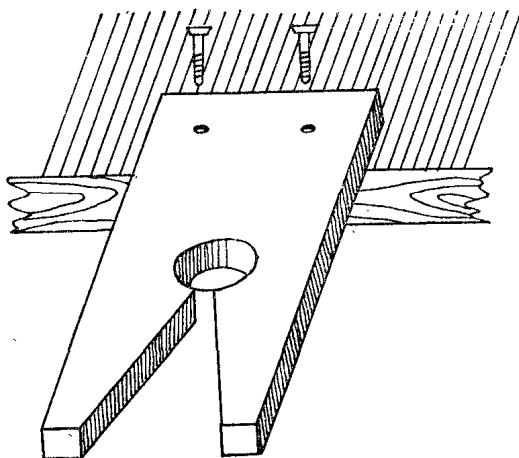

Рис. 12. Станок для выпиливания деталей лобзиком
- Для удобства пользования лобзиком необходим небольшой станочек (рис. 12). Полоски можно разрезать под прямым углом на распиловочной доске размерами